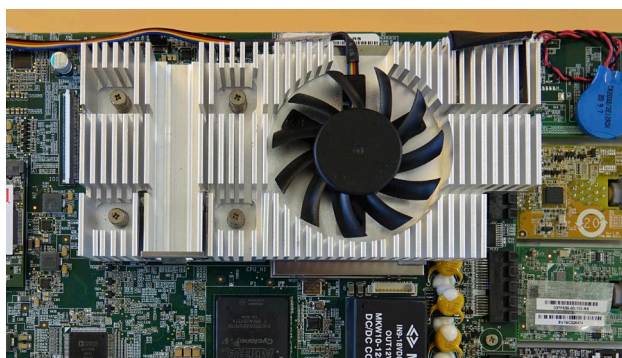

Rysunek 29 Odkręcanie śrub od wentylatora
b) Odkręcić trzy śruby mocujące wentylator (rysunek 29)
f) Włożyć i dokręcić trzy śruby (maksymalny moment obrotowy 0,3 Nm) mocujące wentylator (patrz rysunek 29)